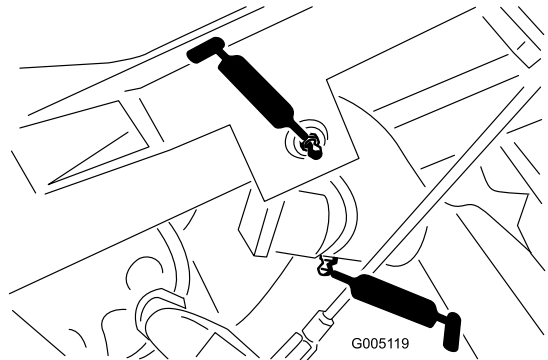

Figura 41
- Articulação do braço de elevação e engate da articulação (3) (Figura 41)